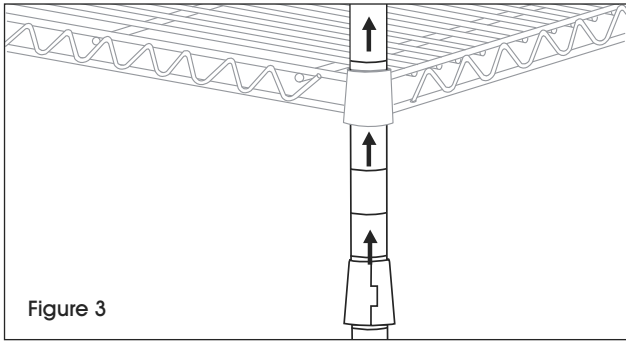

Figure 3
3. Faites glisser les montants à travers le dessous de la tablette jusqu'à ce que la tablette se fixe fermement en place sur les supports. (Voir Figure 3)